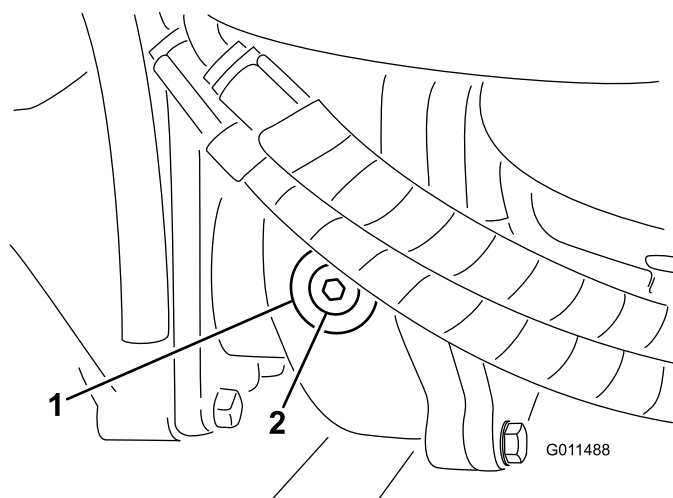

図 113
2. ギアボックスの左側から点検・補給用プラグを抜き、穴の高さまで潤滑油があることを確認する 図 113。